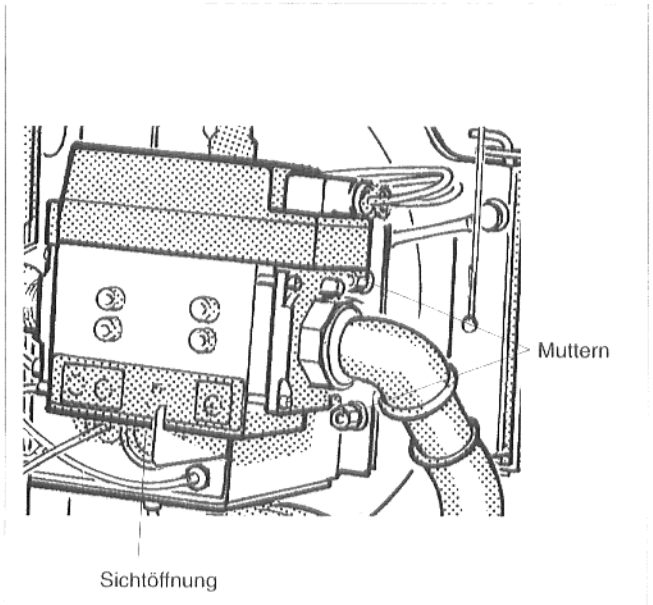

Abb.6
- Kesselvorderwand entfernen. Muttern Brennergehäuse lösen. Brennergehäuse zur Seite klappen (Abb.6 u. 7). Stellen Sie anhand der beim GVU erfragten Gaskennwerte sowie der Angaben in den Tabellen 1 und 2 fest, welche Düsen zu Ihrem Versorgungsgas passen. Kontrollieren Sie, ob die Kennzeichnung der Düsen und der Mischeinrichtung damit übereinstimmt (Bei Umstellung auf LL-Gas s. Kap.7, S.15).
- Mit einem Blick durch die Sichtöffnung überprüfen ob die Düse in der Mischeinrichtung zentriert ist (Abb. 6 bzw. 7). Dazu ist der Plastikschutz zu entfernen und anschließend wieder anzubringen.